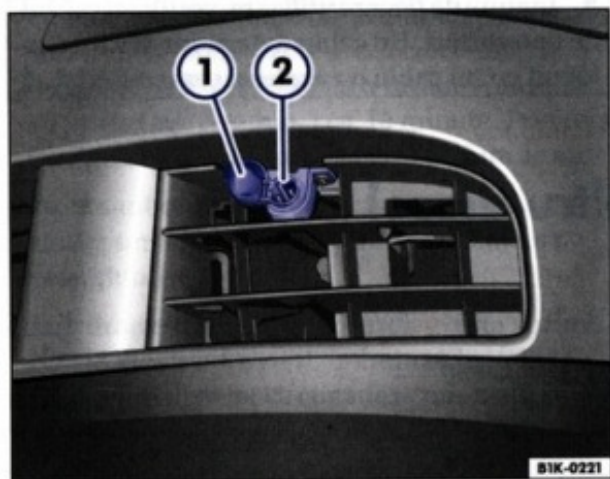

Fig. 4 Partea frontală stânga: Bucșa de conectare pentru preîncălzirea motorului
- Deschideți capacul ⇒ fig. 4 ①.
- Introduceți cablul în buclă ② ⇒ ⚠.